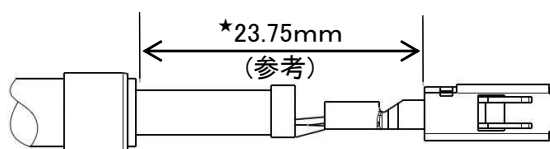

Fig.15
- 5.7. 取付適用規格 114-18148 で詳しく記述されている工具・方法・寸法・検査を用いて MCP2.8 ターミナルを装着する。ターミナルボックスの後端はシースの剥離先端からおよそ 23.75mm(参考)に位置するようにします。(Fig.15 参照)